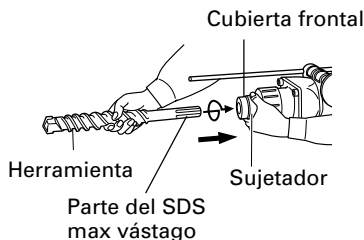

Fig. 2
(1) Limpiar y engrasar la espiga con la grasa provista.
- (2) Para fijar la herramienta (espiga SDS max), insértela en el orificio hasta que entre en contacto con el extremo interior del mismo, como se muestra en la Fig. 2. Si continúa girando la herramienta con una ligera presión, podrá sentir un punto en el que note un obstáculo. En tal punto, tire del mango lateral en el sentido de la marca de flecha e inserte la herramienta completamente hasta que entre en contacto con el extremo interior.